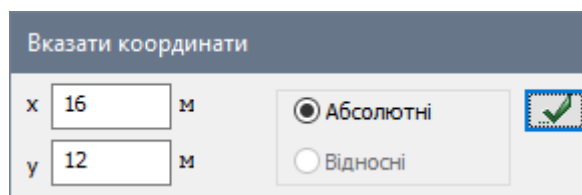

Рис. 9.23. Діалогове вікно **Вказати координати**
- В діалоговому вікні **Вказати координати** (рис. 9.23) задайте початкові координати контуру навантаження: **X=16, Y=12**. Натисніть на кнопку  – **Застосувати**.